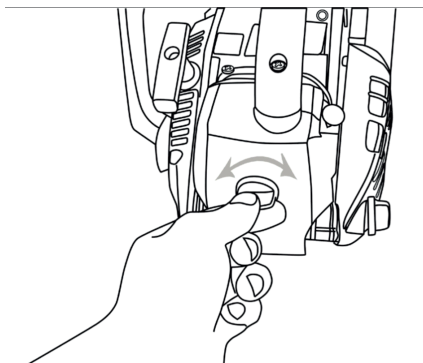

Рис. 29. Откручивание гайки кожуха воздушного фильтра
- Открутите крепежную гайку и снимите крышку корпуса воздушного фильтра (рис. 29, 30).